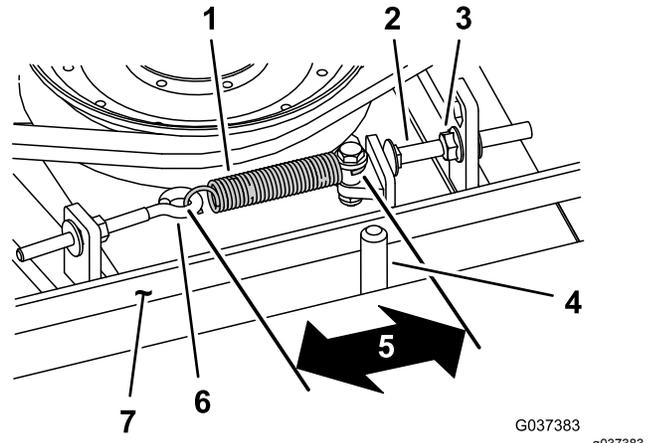

Figura 75
Cuando está correctamente tensado, la longitud en el interior del muelle de extensión (entre ganchos) debe ser de 8,3 cm a 9,5 cm aproximadamente. Una vez que haya obtenido la tensión correcta del muelle, ajuste el perno de tope (perno de cuello cuadrado) hasta que quede aproximadamente 2–5 mm de holgura entre la cabeza del perno y el brazo tensor (**Figura 75**).
Nota: Asegúrese de que la correa está colocada en el lado del muelle de la guía de la correa (**Figura 75**).
2. Afloje el perno de ojal para poder retirar el muelle de extensión (Figura 75).
3. Afloje la tuerca con arandela prensada que fija el perno de tope a la pestaña de montaje, y aparte la polea tensora de la correa para aliviar la tensión de la correa (Figura 75).
Nota: Asegúrese de que la correa está colocada en el lado del muelle de la guía de la correa (Figura 75).
9. Conecte el muelle de extensión (Figura 75) al perno de ojal y tense la correa de la siguiente manera: